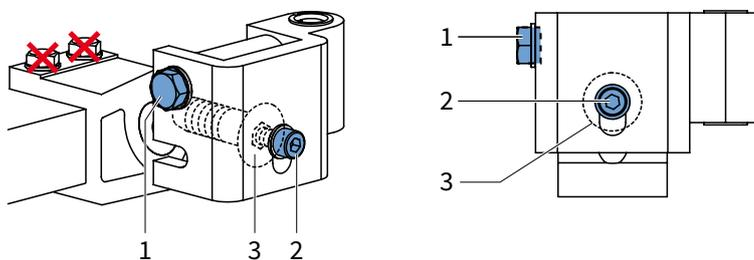

fig. 5.2 Détail du raccord du bras à gauche
2. Desserrez l'écrou n° 1 d'un tour (clé plate 17). Pendant cette opération, soulevez légèrement la latte frontale afin que le boulon de réglage bouge facilement. Voir figure 5.2.